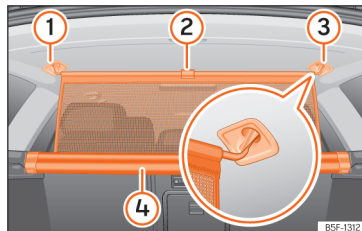

Рис. 190 Багажний відсік: висування й фіксація розділової сітки
- Тримайте за рукоятку >>> **рис. 190** ②, витягніть сітку з касети ④.
- Зачепіть сітку справа або зліва ③ (збільшений фрагмент рисунка).
- Зачепіть сітку з іншого боку ①, потягнувши елемент кріплення догори.
- Якщо розділова сітка зафіксована як слід, Т-подібні елементи надійно входять до відповідних кріплень ③ та ①.